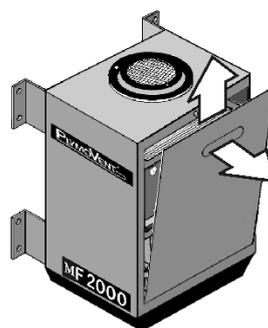

Рисунок 8.1
- 8.1. Откройте замок крышки фильтра MF ключом. Чтобы отсоединить крышку, потяните ее наружу и приподнимите вверх. Поставьте крышку рядом с фильтром (см. рис. 8.1.).